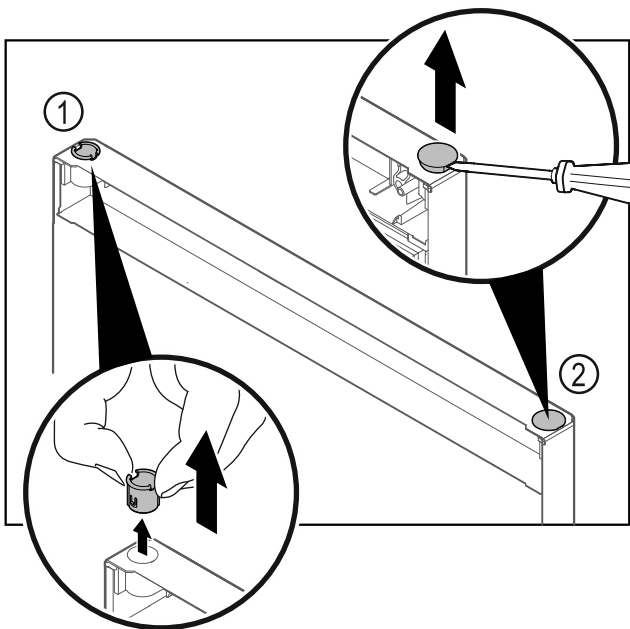

Fig. 29
- Vedä saranaholkki Fig. 29 (1) sormin pois.
- Kohota suojanastaa Fig. 29 (2) varovasti talttaruuvimeis-